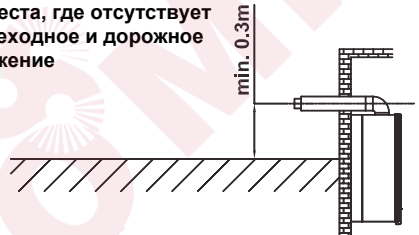

Рисунок 4
- Расстояние от верхней поверхности горизонтального дымоотвода до выступающей части крыши или деревянной облицовки должно составлять не менее 1,5 м. (Рисунок 4а)
- Высота наружной части дымоотвода в местах с пешеходным движением, например, на тротуарах, должна составлять не менее 2 м. (Рисунок 4с) Для зданий с полуподвальными помещениями, фасадом выходящие на тротуары, при условии обеспечения необходимой защиты, высота наружного участка дымоотвода может составлять не менее 1 м.